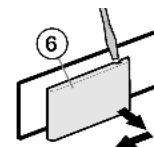

Fig. 6
- С помощью отвертки отсоедините и снимите крышку Fig. 6 (6) со стороны ручки наружу.